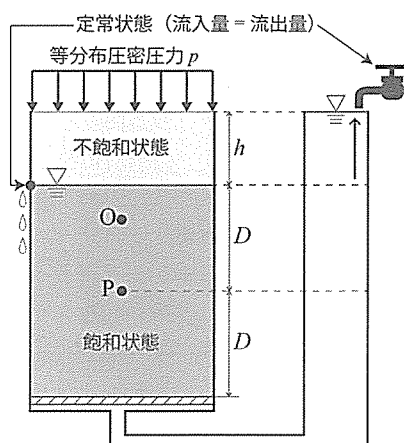

図 4
- d) c) の後に、水位を戻す操作を行う。この際、土槽の深さ h に漏水が発生しており、図 4 に示す状態で定常状態に至ったとき（土槽内部での水圧は水平方向に一様とする）。